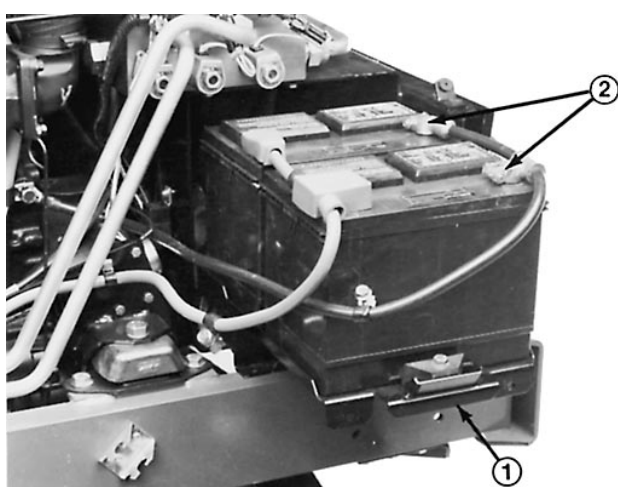

Figure 51
2. Enlever les vis qui fixent le porte-batteries sur la machine et déposer le plateau (Fig. 51).
4. Débrancher les connecteurs des câbles négatifs (-) des batteries (Fig. 51). Raccorder un chargeur de 3 à 4 A aux bornes des batteries. Charger les batteries à un régime de 3 à 4 ampères pendant 4 à 8 heures.